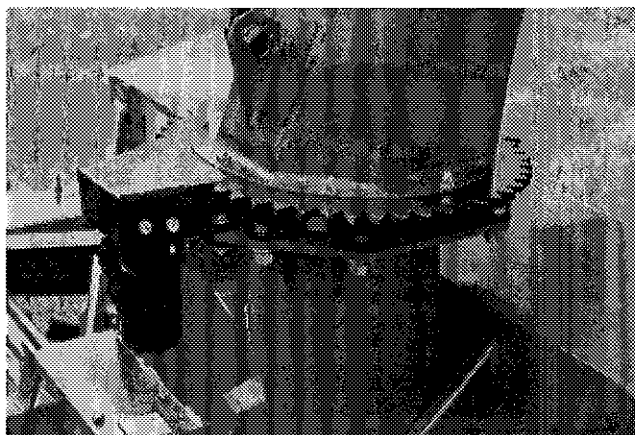

Figure 30
- 5) Boulonner le garde à sa place (Fig. 30).